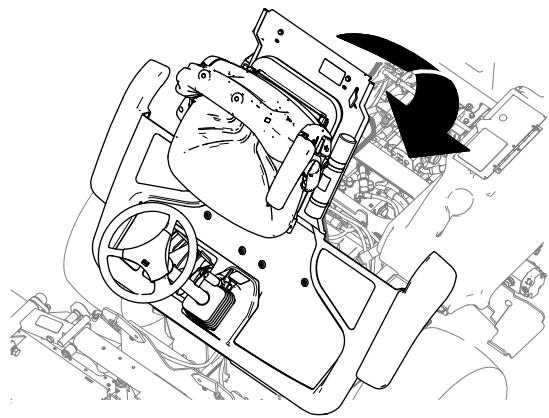

Figure 42
1. Abaissez doucement la plateforme (Figure 42).